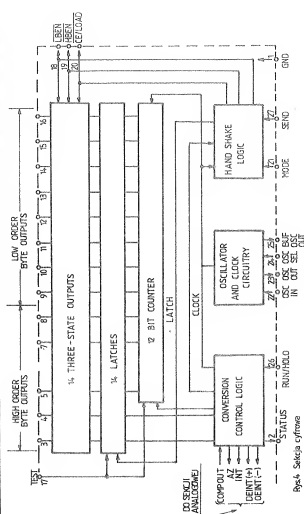

Fig. 2 Block diagram of the ICL 7109
Rys. 2 przedstawia zastępczy obwód sekcji analogowej ICL7109. Gdy wejście RUN/HOLD jest w stanie HI, obwód będzie dokonywał konwersji w tempie ustalonym przez częstotliwość zegara (8192 impulsy zegarowe w cyklu). Każdy cykl pomiarowy jest podzielony na trzy fazy, co pokazano na rys. 3. Są to: 1. Auto-Zero (AZ), 2. Całkowanie sygnału (INT), 3. Rozładowanie (deintegracja DEINT).